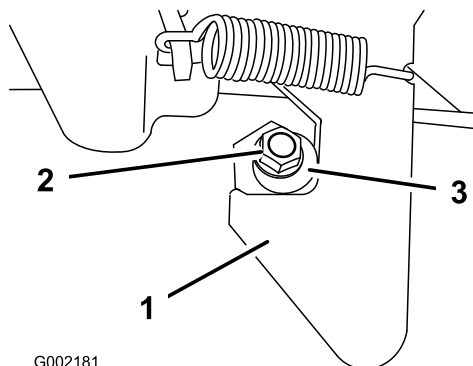

図 15
1. ラッチポストの端についているナット（図 15）をゆるめる。
2. ラッチポストを右回りに回転させてラッチにちょうどはまるようにし、その位置でナットを締める（図 15）。